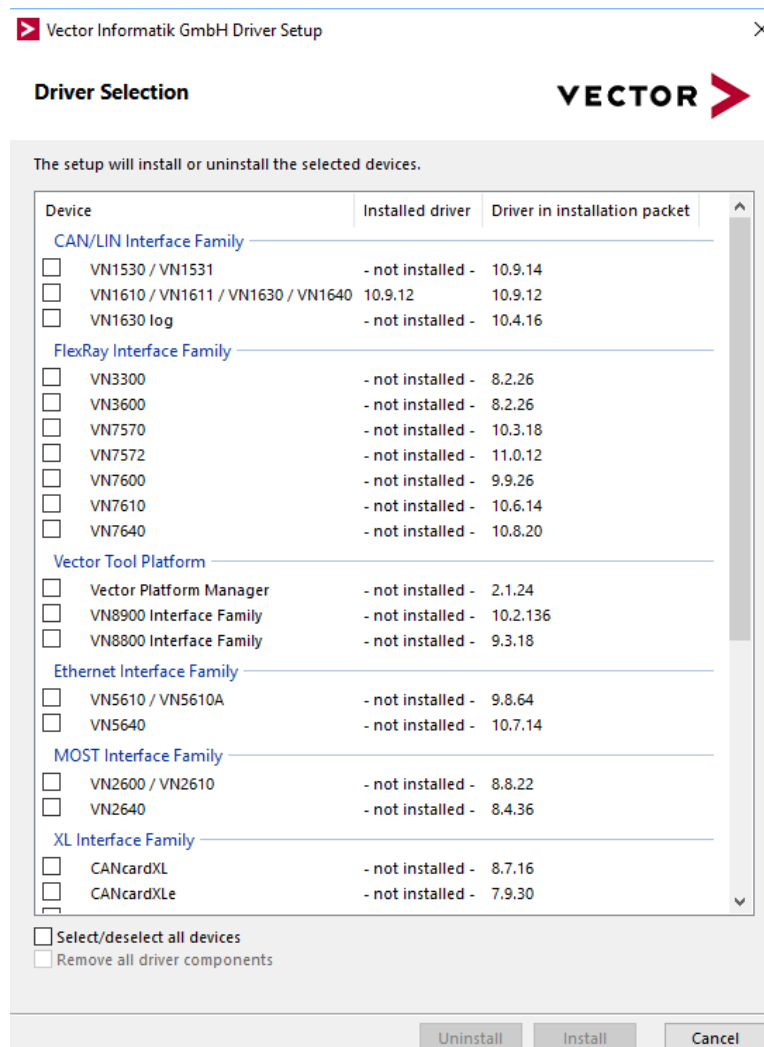

Abb. 4.48: Auswahl Vector-Treiber
- Wählen Sie die Treiber der Hardware-Geräte, welche verwendet werden und führen Sie die Installation aus (siehe Abb. 4.48).